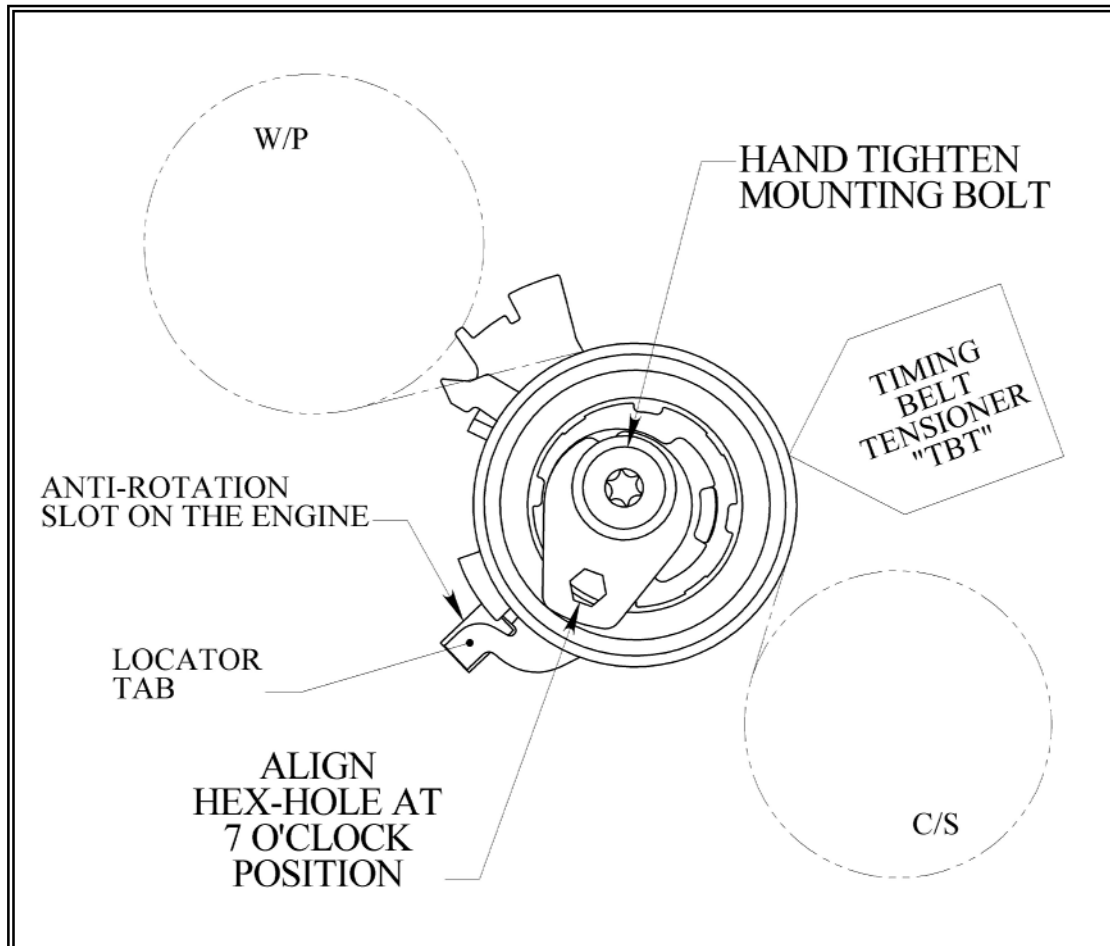

Bild 6: Zahnriemenspanner 979455 im Auslieferungszustand
4. Montieren Sie den neuen Zahnriemenspanner auf den Motor. Der Führungsstift vom Zahnriemenspanner sollte nun in den Schlitz der Ölpumpe am Motor passen (siehe Bild 6). Stellen Sie sicher, dass der Armzeiger des Zahnriemenspanners unter der Bordscheibe der Wasserpumpe ist.
5. Der Installationsschaft wird nun gedreht, bis das Sechskantloch auf die „7 Uhr Position“ zeigt. Dann wird die Mutter mit einem TORX T40 Schlüssel handfest angezogen (siehe Bild 6). Es wird empfohlen, die Befestigungsschraube handfest anzuziehen und dann eine viertel (1/4) Drehung zu lockern, um den Riemen besser auflegen zu können.